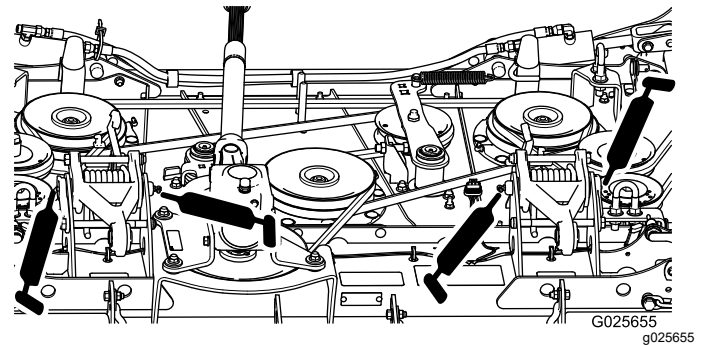

Figura 16
- Attacchi del piatto (5) (Figura 16)